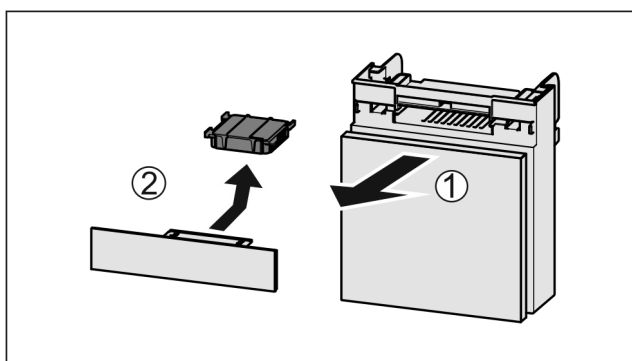

Fig. 50
- ▶ Wyciągnąć Fig. 50 (1) komorę do przodu.
- ▶ Wyjąć Fig. 50 (2) filtr z węglem aktywowanym.